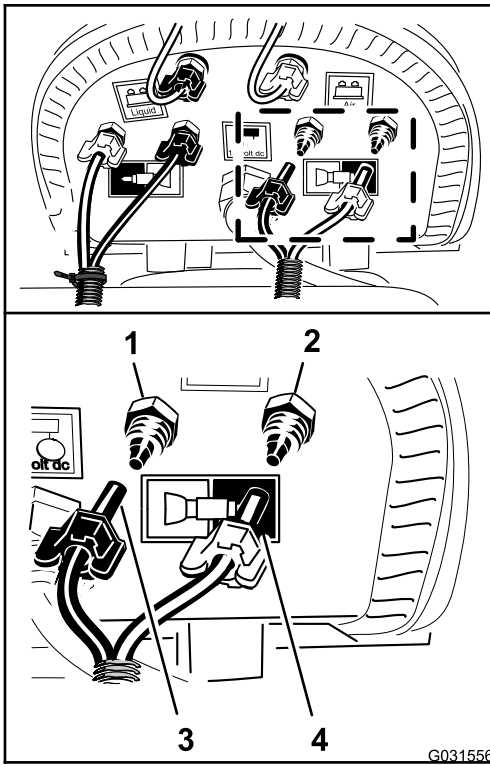

Figura 175
- Conecte el tubo no marcado (sin brida) alineando el tubo azul de la sección de brazo izquierda en el acoplamiento de compresión del circuito de agua de la sección de brazo izquierda (Figura 175).
8. Ensamble la tuerca de compresión del tubo en el acoplamiento y apriete la tuerca a mano (Figura 175).
9. Alinee el tubo transparente de la sección de brazo izquierda en el acoplamiento de compresión del circuito de aire de la sección de brazo izquierda (Figura 175).
10. Ensamble la tuerca de compresión del tubo en el acoplamiento y apriete la tuerca a mano (Figura 175).